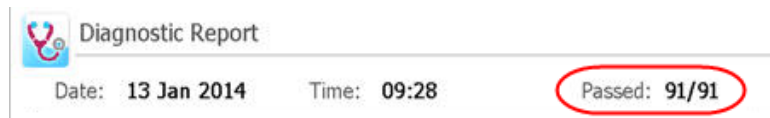

图 17 诊断报告条，红圈中为测试结果
- 9 检查诊断报告。报告的顶部条列出了所执行的测试的总数中通过的测试数量（参见图 17）。